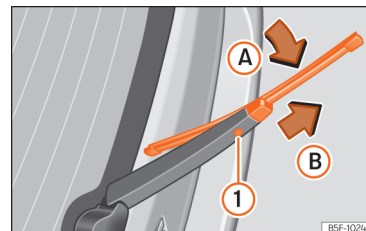

Fig. 154 Substituição da escova do vidro traseiro.
- Rode ligeiramente a escova » » » Fig. 154 (seta A).